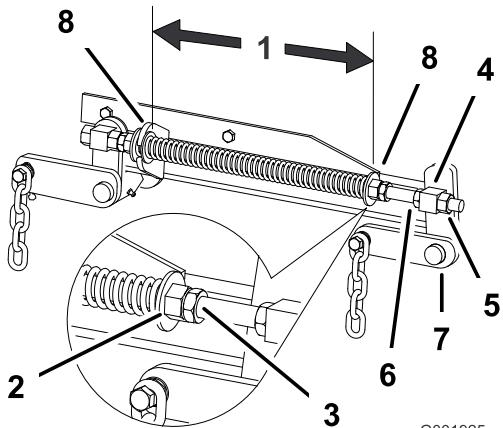

Figura 63
2. Controllate la distanza tra le due rondelle grandi, che deve risultare di 28,2 cm per la scocca del tosaerba da 132 cm (52 poll.), e di 26,7 cm per la scocca del tosaerba da 152 cm (60 poll.) (Figura 63).
3. Regolate questa distanza allentando il controdado per molla e girando il dado antistante ogni molla (Figura 63).
4. Bloccate il dado serrando il controdado della molla (Figura 63).